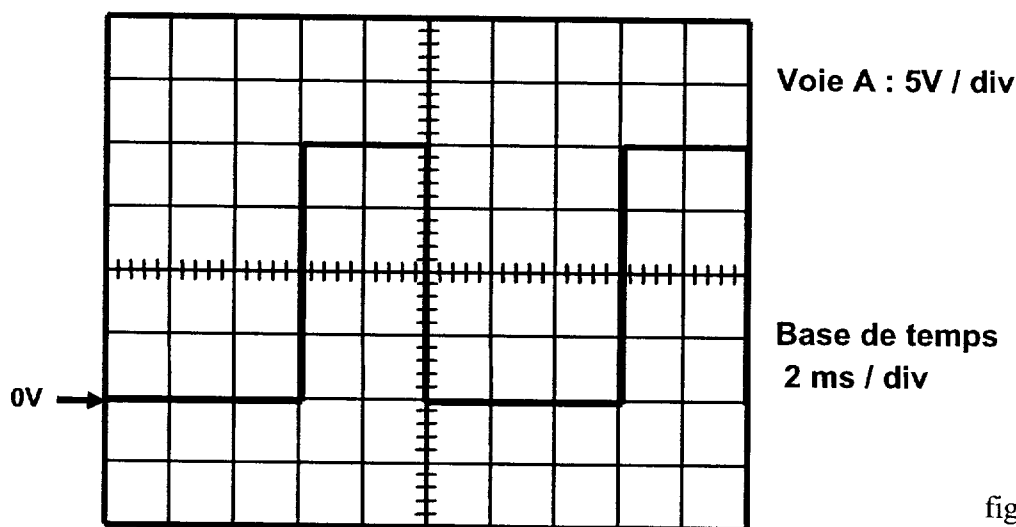

figure 5
2.1. On visualise à l'aide d'un oscilloscope la tension u_C fournie par le capteur. L'oscillogramme est représenté ci-dessous figure 5.